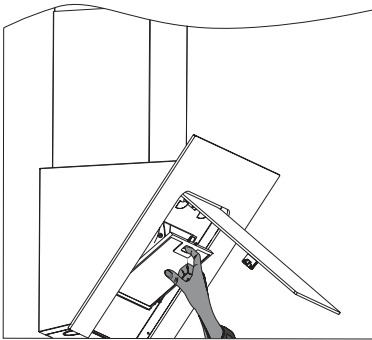

Abb.9: Metallfettfilter entnehmen, bzw. einsetzen
- Griffleiste des Metallfettfilters nach unten drücken (⇒ Abb. 9).
- Zum Wiedereinsetzen den trockenen Metallfettfilter unten mit den Laschen einsetzen, Griffleiste drücken, Filter nach hinten in den Rahmen einsetzen und Griffleiste loslassen, damit der Filter in den Rahmen einrastet (⇒ Abb. 9).
Um die Aktivkohlefilter einzusetzen, muss zuerst der Metallfettfilter entfernt werden (\Rightarrow Abb.9 + 10).